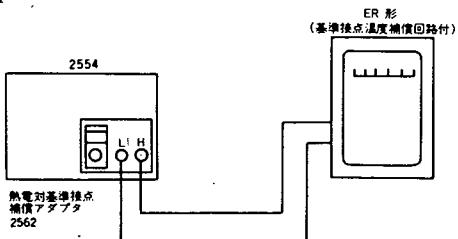

図8 热電温度计の校正回路
- (1) 図8のように接続します。
- (2) 室温(基準接点の温度)に相当する起電力を熱電対基準接点補償アダプタ Type2562 のダイヤルで設定します。
- (3) このときの Type2554の設定電圧が、基準接点温度が 0°C であるときの熱起電力に等しい電圧となって熱電温度計に印加されますので、熱電温度計の校正が簡単に行なえます。